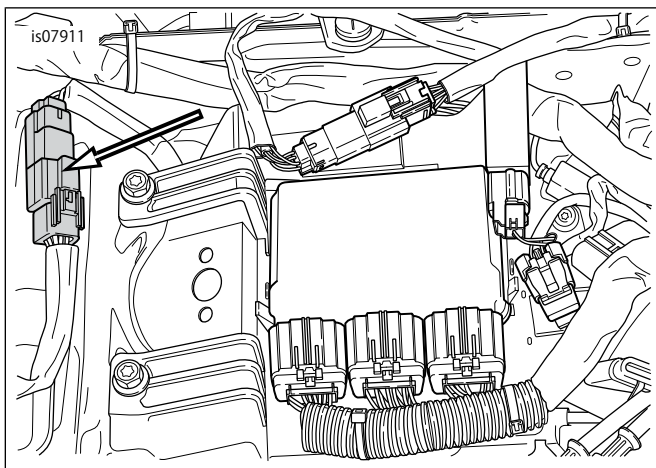

図1. シート (FLHR/C) 下の6ウェイリアランプハーネスコネクタ(7)
1. 「図1」を参照してください。リアフェンダーから出ているリアワイヤーハーネスをシートの下に配置します。メインハーネスコネクタ[7A]から6ウェイマルチロックリアフェンダー配線コネクタ[7B]を外します。